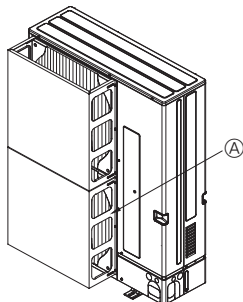

Fig. 2-4
② Zainstalować opcjonalną kierownicę powietrza w przypadku, gdy jednostka zewnętrzna jest zainstalowana w miejscu, w którym silny wiatr, np. tajfun, może bezpośrednio działać na wylot powietrza. (Fig. 2-4).